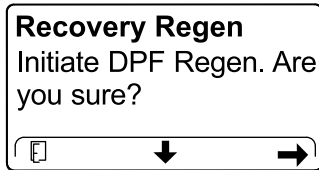

Рисунок 63
4. На экране INITIATE DPF REGEN (НАЧАЛО РЕГЕНЕРАЦИИ DPF) нажмите правую кнопку, чтобы продолжить (Рисунок 63).